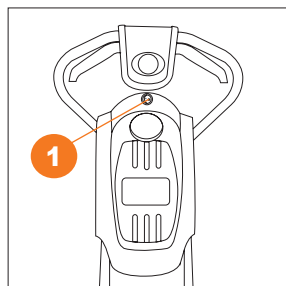

Рис. 14
- В темное время суток и всегда при работе около обочин дорог включайте освещение. Для включения LED фары используйте клавишу **1**, расположенную над фарой (Рис. 14).